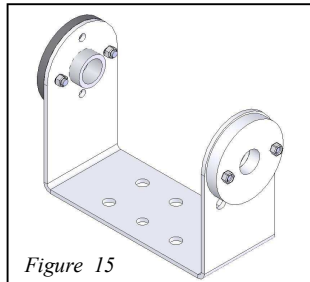

Figure 15
**Étape 10 :** Fixer un engrenage (13) sur la deuxième fourche (11) préparée précédemment, à l'aide de deux vis de 1.6 mm (7) et d'écrous de 1.6mm (8). Voir la figure 15.
**Étape 11 :** Fixer un engrenage (13) sur la fourche pour pince (12), à l'aide de deux vis de 1.6 mm (7) et d'écrous de 1.6mm (8). Voir la figure 15.